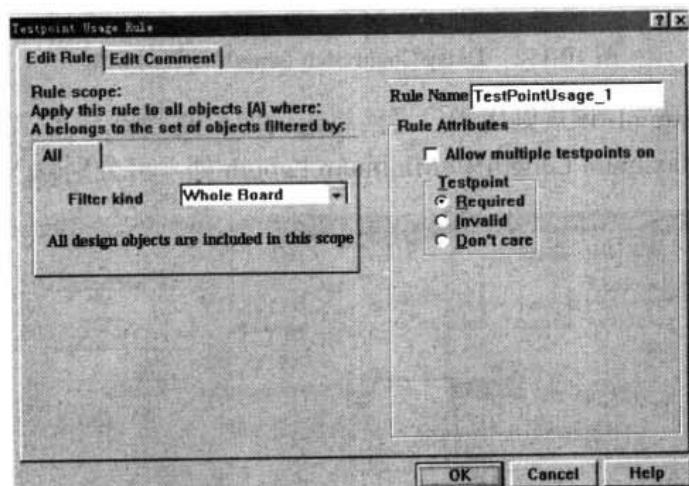

图 10-110 Testpoint Usage Rule（测试点用法）设置对话框
- Testpoint Usage: 测试点用法。该规则用于设置需要测试点的网络，应用于确定测试点、自动布线和在线 DRC 过程。DRC 报表将给出不符合该规则的网络，CAM 管理器中测试点报表将给出有效测试点的位置。其测试点用法设置对话框，即如图 10-110 所示。